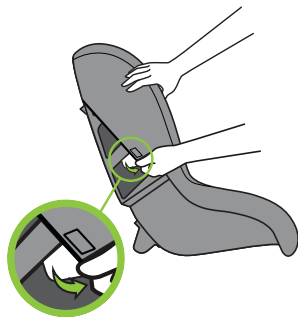

Figure 97
- Détachez la languette latérale de chaque côté en la faisant glisser sous le bord de la coque intérieure, comme indiqué dans la **Figure 97**.